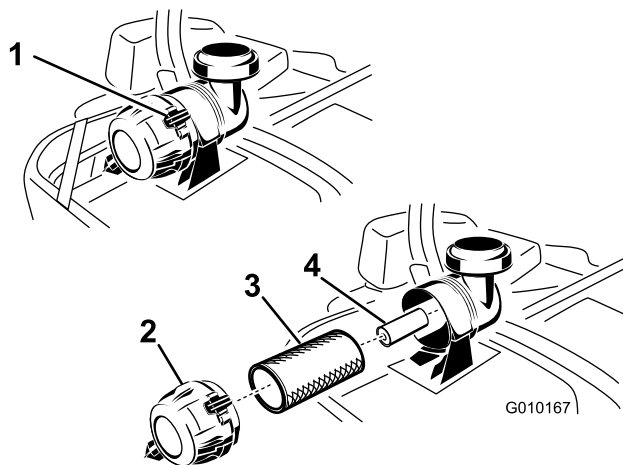

Figura 47
3. Premete verso il basso per rilasciare i dispositivi di fermo sul filtro dell'aria e togliere il coperchio dal corpo del filtro (Figura 47).
5. Estraete con cautela il filtro primario dal corpo del filtro dell'aria (Figura 47). Non urtate il filtro contro il corpo.
1. Non pulite il filtro primario di carta, sostituitelo (Figura 47).
2. Se sostituite il filtro secondario, inseritelo con cautela nel corpo del filtro (Figura 47).
3. Montate con cautela il filtro primario sul filtro secondario (Figura 47). Premete sul bordo esterno del filtro mentre lo inserite, per accertarvi che venga inserito a fondo.
4. Installate il coperchio del filtro dell'aria con il tappo di sfiato verso il basso e ruotate in modo che i dispositivi di fermo blocchino il coperchio nella corretta posizione (Figura 47).